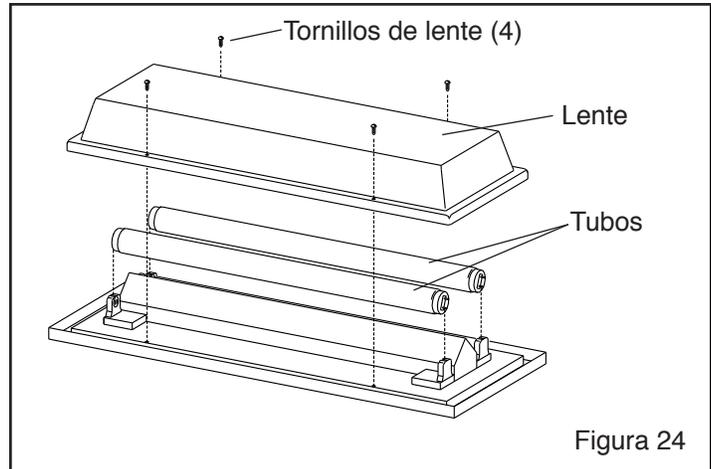

Figura 24
**7.7.3.2** Voltee la lámpara para acceder a los tornillos del lente. Refiérase a la Figura 24.